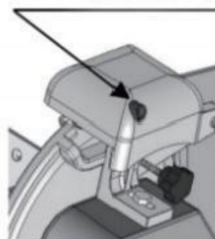

Figura 2
5. Collegare la spina di alimentazione, accendere l'interruttore, la lama si attiva, quindi premere la maniglia della mola per far entrare la mola in contatto con la lama per l'affilatura. Dopo circa 10-15 secondi di affilatura, rilasciare e la mola torna nella sua posizione originale (come mostrato nella Figura 2).